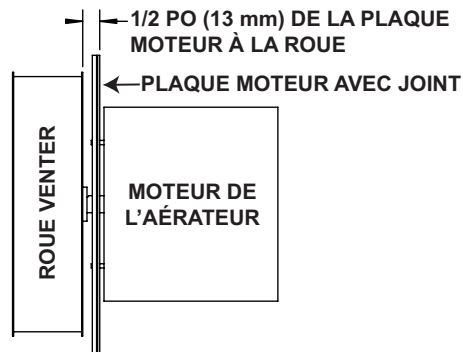

Figure 34. Position de la roue venter sur l'arbre (tailles d'unité 130–310)
- c. Réassemblez avec un moteur d'aérateur et une roue de remplacement. Assurez-vous que la roue de l'aérateur est positionnée correctement sur l'arbre (voir Figure 34).